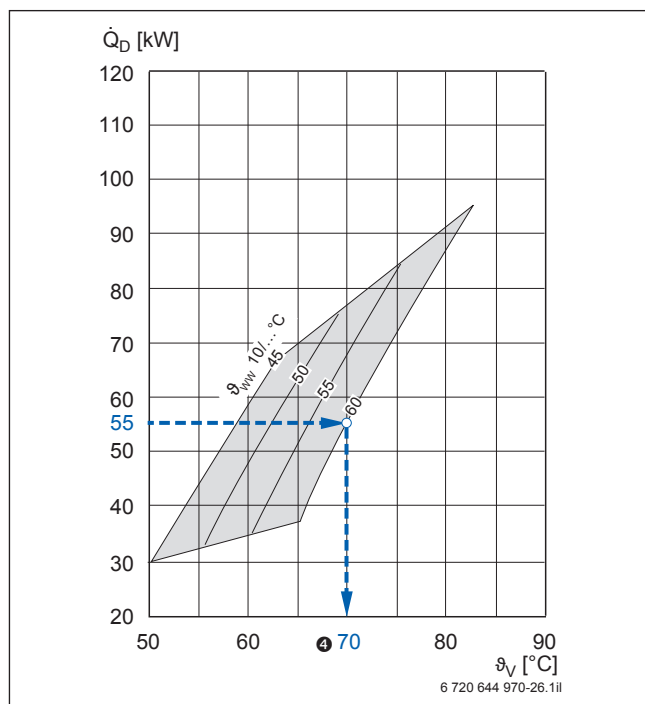

Bild 36 Warmwasser-Dauerleistung der Wärmetauscher-Sets Logalux LAP2/5; Beispiel blau hervorgehoben (Vorlage → Bild 120, Seite 138)
Mit dem Wärmetauscher-Set Logalux LAP1/5 wäre nach Bild 119 (→ Seite 138) eine Vorlauftemperatur von 72 °C erforderlich. Diese darf aber maximal 75 °C und bei kalkhaltigem Wasser über 8 °dH sogar nur maximal 70 °C betragen. Deshalb wird Logalux LAP2/5 **2** gewählt. Aus dem Dauerleistungsdiagramm Bild 120 (→ Seite 138) des Wärmetauscher-Sets Logalux LAP2/5 ist zu der verfügbaren Kesselleistung von 55 kW bei der gegebenen Speichertemperatur von  $\vartheta_{Sp} = 60$  °C die Vorlauftemperatur 67 °C abzulesen (Beispiel → Bild 36, **4**).
- **4** Vorlauftemperatur bei Nutzung der verfügbaren Kesselleistung  $\dot{Q}_K = 55$  kW (→ Bild 36):  $\vartheta_V = 70$  °C.